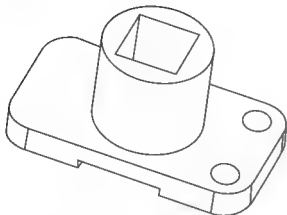
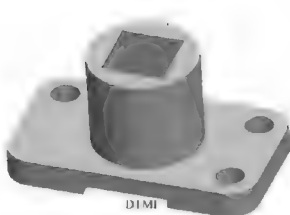

图 6.33 【相同参照】复制孔特征
图 6.34 镜像复制孔特征
① 选择【编辑】→【特征操作】命令,打开【特征】菜单。
② 选择【复制】选项,系统显示【复制特征】菜单。
③ 选择【相同参考】→【选取】→【独立】→【完成】命令。
④ 用鼠标点选图 6.32 中的孔,选择【选取特征】子菜单中的【完成】命令。此时系统会弹出【组元素】对话框,选择 Dim 3,即短边方向上的定位尺寸,选择【完成】命令。在系统弹出的尺寸编辑栏内依次输入新定位尺寸 144,并单击 ☒ 按钮完成尺寸修改。结果如图 6.33 所示。
步骤 4: 在如图 6.33 所示的图形窗口中选择一个孔特征,选择【选取特征】菜单中的【完成】命令。在弹出的【设置平面】菜单中选择其中的【平面】选项。提示区提示“选择一个平面或创建一个基准以其作镜像”,在图形窗口内选择 DTM1,系统即刻完成了镜像操作,其镜像复制结果如图 6.34 所示。